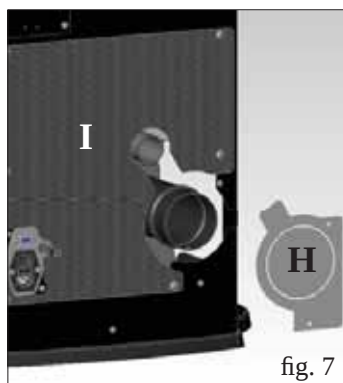
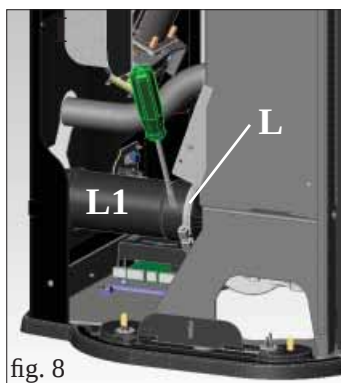

fig. 7
fig. 8
- Fermer la porte et enlever les profils arrière en tôle (G - fig. 7).
- Démontez les côtés en verre (H - fig. 8) en enlevant les protections
- Enlever le plan supérieur en verre en appui (H - fig. 7).
- Enlever le côté en acier, fixé à la structure de la poêle avec 2 vis (X - Fig. 7) pour enlever, tirant vers le haut (I - Fig. 8).
- Enlever le diaphragme (H - fig. 7) et, en cas de nécessité, même la partie arrière inférieure percée (I - fig. 7).
- Desserrer le collier (L - fig. 8) et enlever le tuyau de sortie des fumées (L1 - fig. 8).